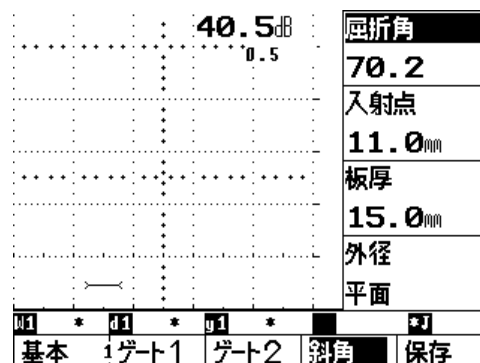

図11 斜角探傷条件の入力
- ①図11に示すように、斜角の表示のある下の **▲** キーを押すと、板厚、屈折角の入力を行うことができる。
- ②屈折角、入射点、板厚は、その表示されている右横の **←** キーを押し、右ダイヤルで変更ができる。
- ③屈折角を入力すると、探触子きず距離  $y$ 、きずの深さ  $d$  が表示される。